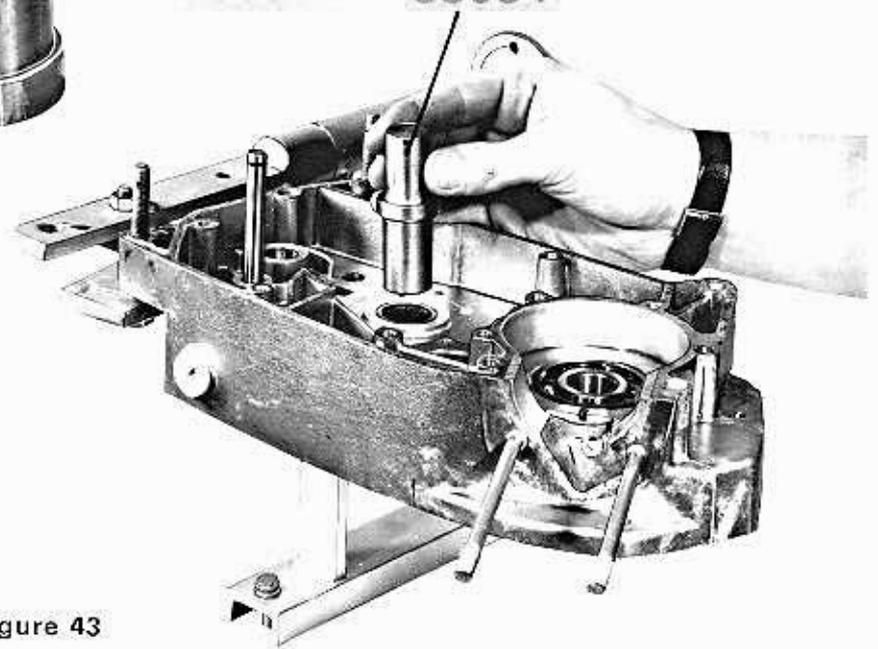

Figure 43
- Comme aux paragraphes précédents, chauffer le carter et chasser la douille avec le guide n° 68034 (figure 43).